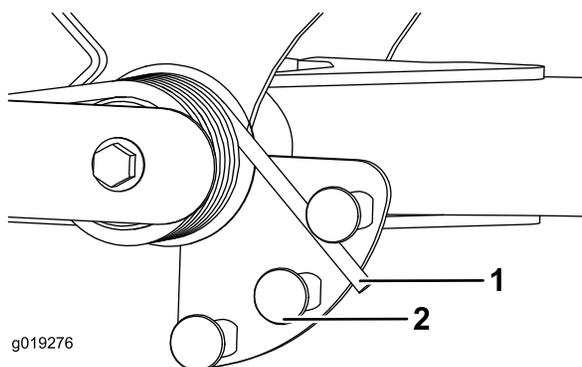

図 34
2. Spring の長い方の端部にチューブのようなものを取り付けて、Spring アクチュエータの周囲に巻きつけるようにして希望位置にセットする図 34。